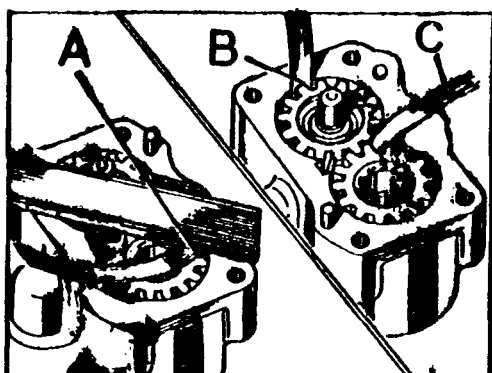

Fig. A1-91 Verificación de los engranajes de la bomba de aceite
- 2.6. Verificar el juego radial, B (Fig. A1-91), el longitudinal, A, y el juego entre dientes, C.